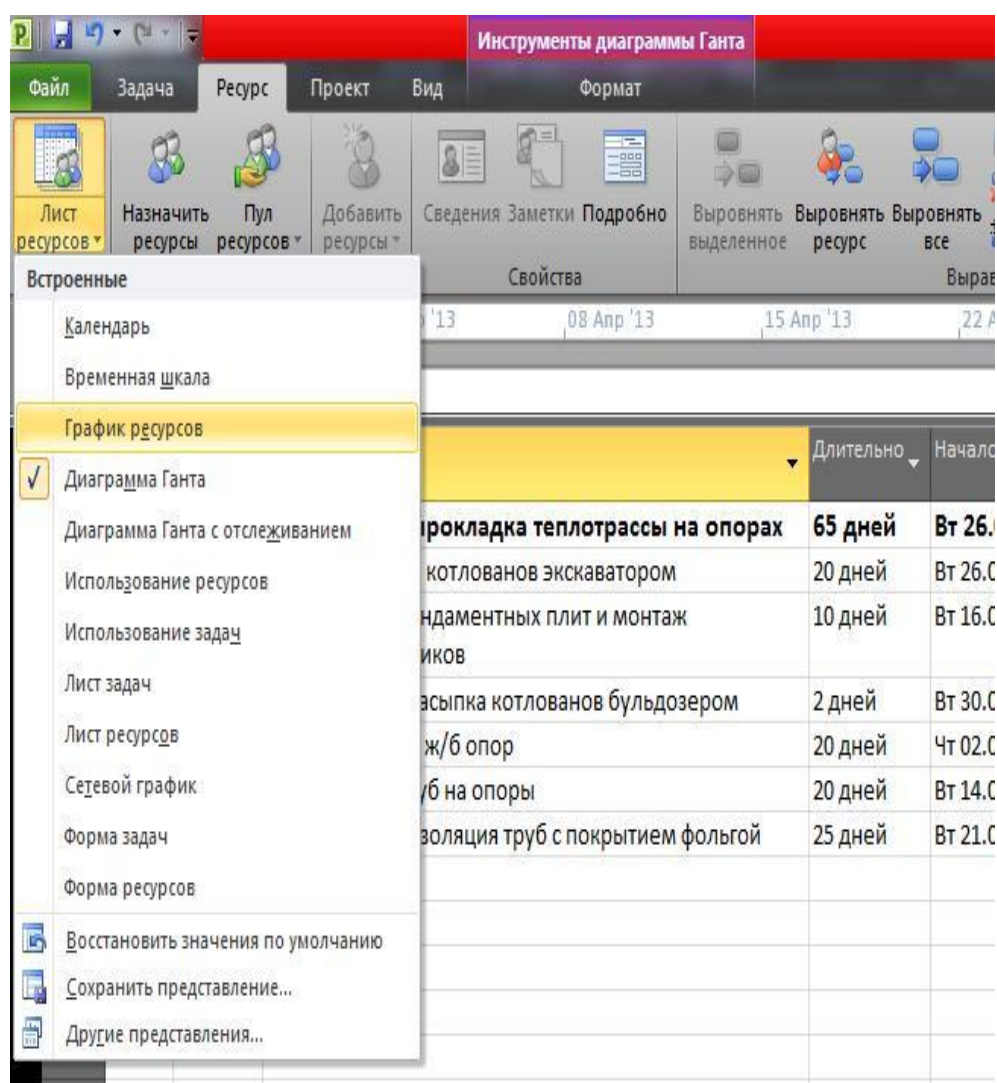
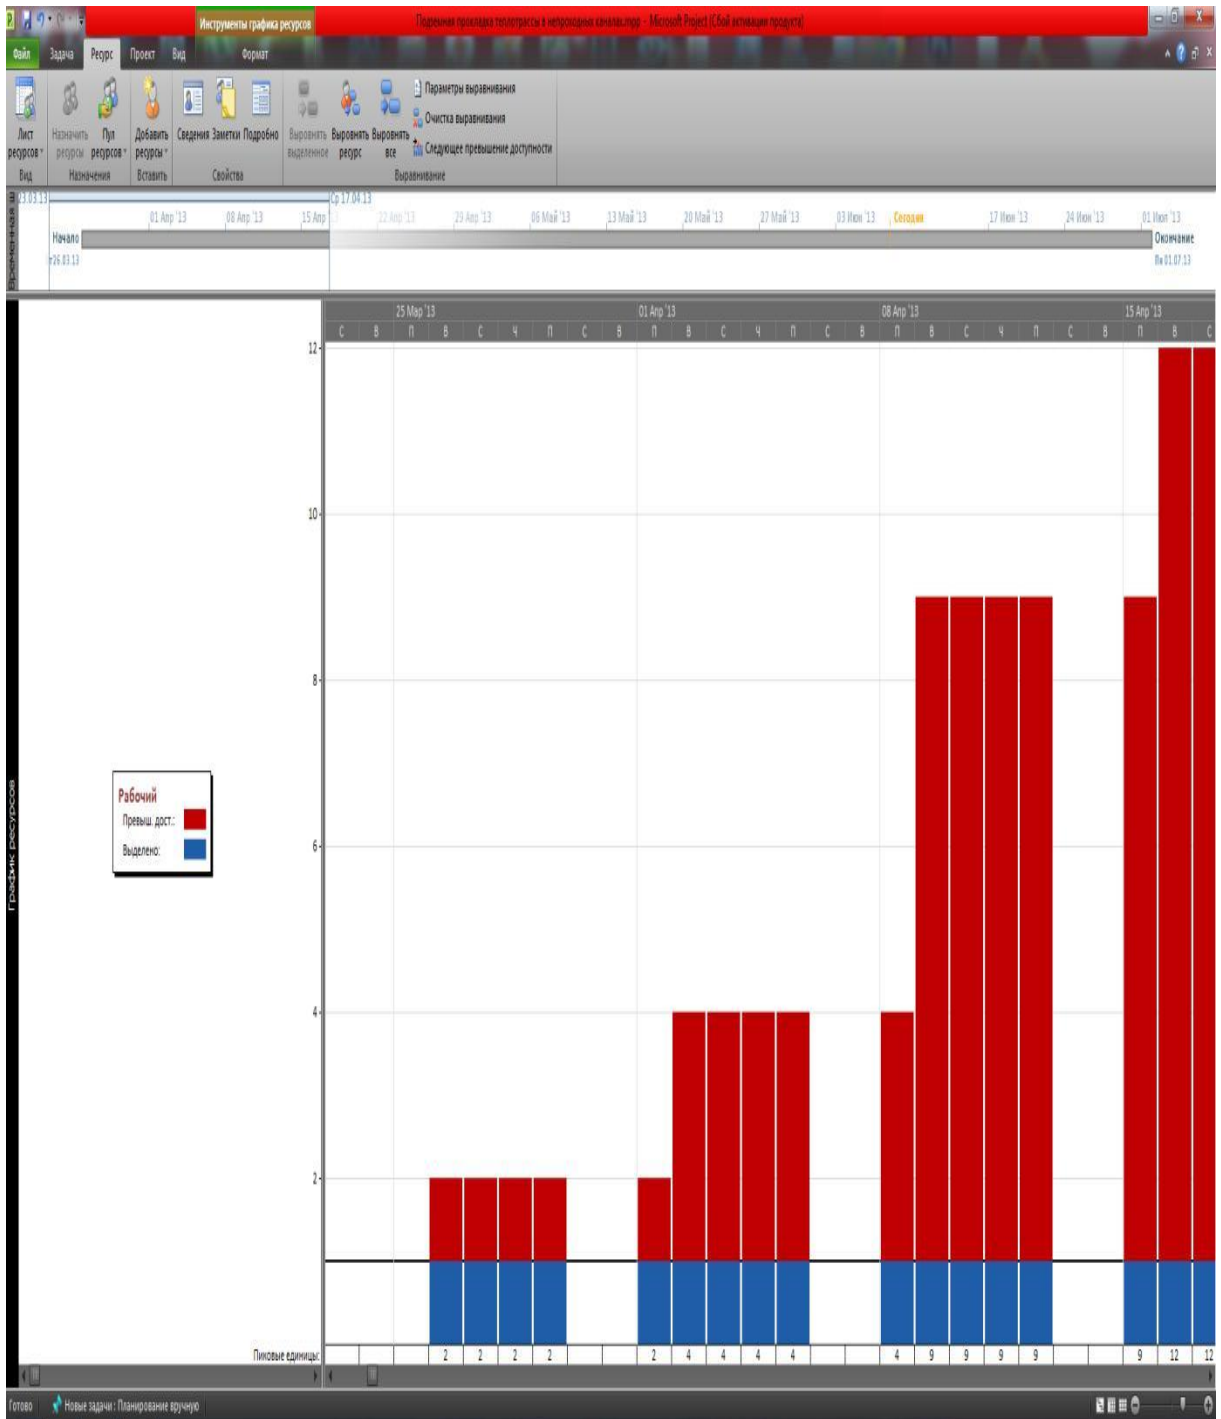
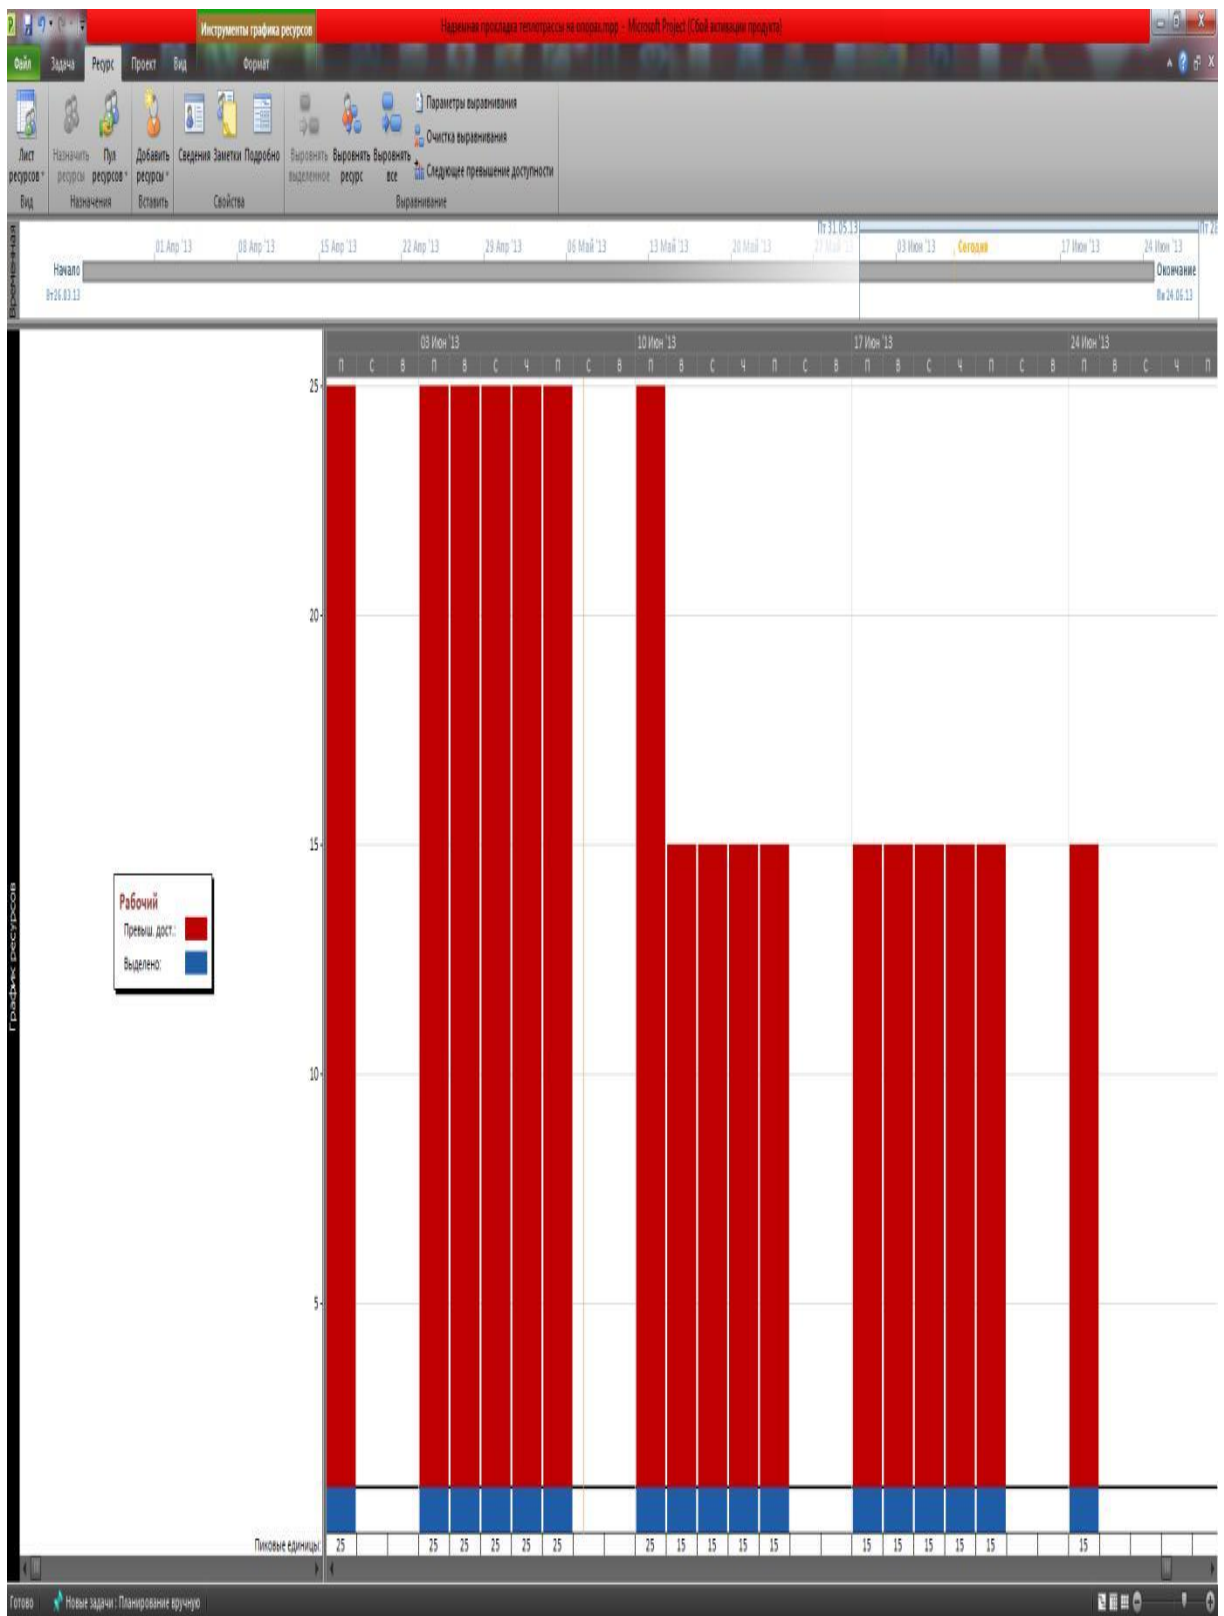

Рис. 27 Вывод графика ресурсов на экран
Рис. 28 Полученный график ресурсов для ППТ (до редактирования)
Рис. 29 Полученный график ресурсов для НПТ (до редактирования)
11) После того как назначены ресурсы для задач, необходимо во вкладке «Ресурс», в разделе «Вид» щелкнуть левой кнопкой мыши на стрелочку у пиктограммы «Лист ресурсов» и в появившемся списке выбрать «График ресурсов» (рис.27). Появляется окно программы с приблизительно следующим содержанием для ППТ (рис. 28) или для НПТ (рис. 29)